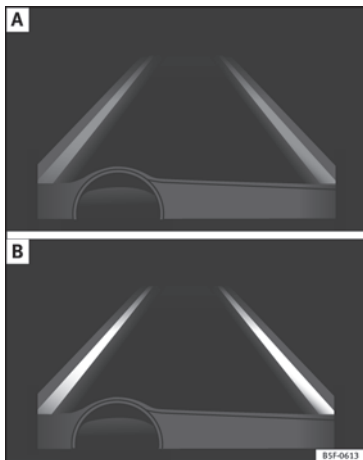

Fig. 206 No ecrã do painel de instrumentos: Indicação no ecrã do sistema de aviso de saída da via de circulação (exemplo 1).
- O sistema está ativado, mas não está disponível, quer por ter alcançado a velocidade mínima ou por não reconhecer as linhas da via de circulação » **Fig. 206 A**.
lação. Neste momento não está a corrigir a trajetória » **Fig. 206 B**.